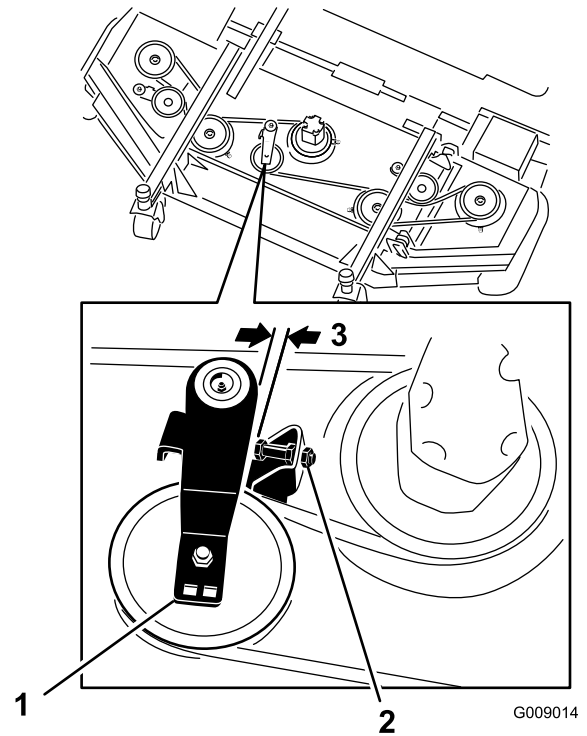

Figura 121
3. En la carcasa delantera central, afloje las contratuercas del tornillo de tope de la polea tensora y enrosque el tornillo de tope en el soporte (Figura 121).
4. Con una llave de carraca u otra herramienta similar, aleje la polea tensora de cada carcasa lateral de la correa de transmisión para aliviar la tensión de la correa y poderla retirar de la polea de la carcasa lateral (Figura 121).